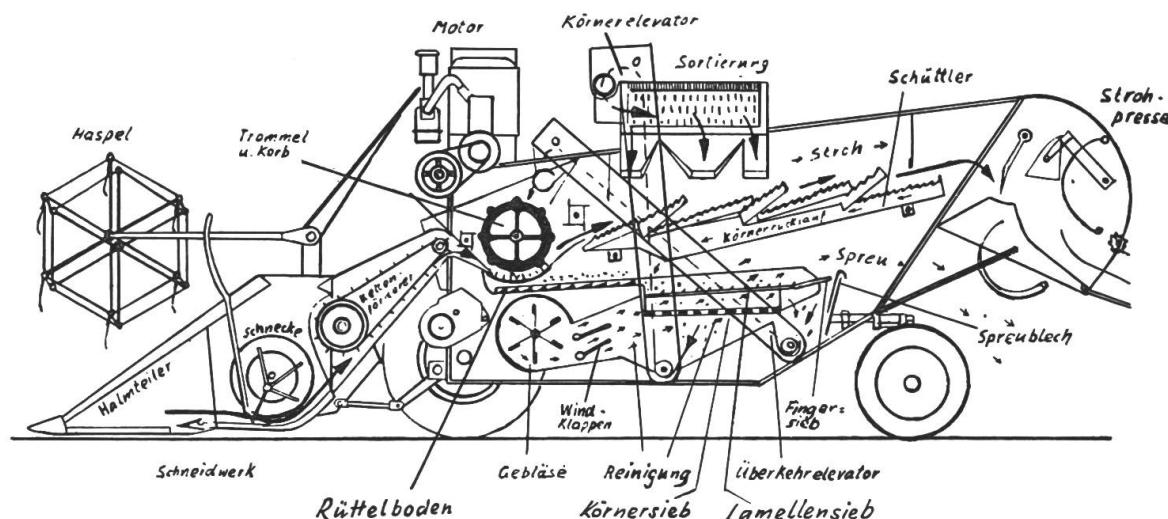
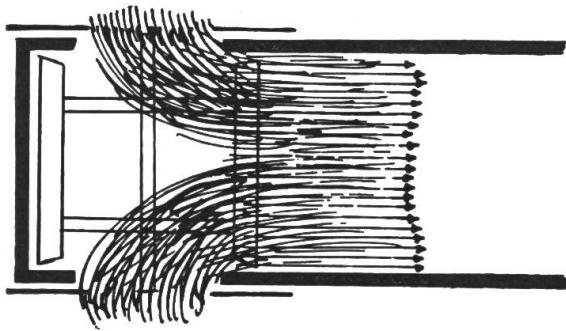

Bild 1: Ein selbstfahrender Mähdrescher. Getreide-, Stroh- und Körnerverlauf und der Reinigungsvorgang sind an den Pfeilen zu erkennen.
Bild 4a: Gebläsewind bei gleich weit geöffneten Schiebern.
Fast alle Mähdrescher sind mit einer Druckwind-Reinigung ausgerüstet (Bild 4a und b). Die Regulierung der Windstärke erfolgt entweder durch Drehzahl-Verstellung des Rotors oder durch Verstellung der Eintritts-Oeffnungen zu beiden Seiten der Gebläse. Die Windrichtung zum Kurzstrohsieb und Körnersieb kann durch die Verstellung der Windklappen (Bild 1) beeinflusst werden. Eine sehr wichtige Rolle spielt das Gleichmass des
**Windstromes bei der Reinigung.** Aus diesem Grunde müssen die Ansaugöffnungen rechts und links vom Gebläse immer gleich weit geöffnet sein (Bild 4a). So kann die Luft von beiden Seiten gleichmäßig angesaugt werden. Sie verteilt sich gleichmäßig und bläst mit guter Wirkung die Spreu von den ganzen Siebflächen.
Die grosse Masse der Körner (etwa 85 bis 90 %) fällt durch den Dreschkorb auf den Rüttelboden, die restlichen 10—15 % gelangen lose mit dem Stroh auf die Schüttler. Das Stroh wird über die Schüttler in die angebaute Strohpresse bzw. aus der Maschine gefördert. Durch den Schüttelvorgang werden die im Stroh befindlichen Körner ausgeschüttelt. Sie fallen in die Rücklauftrinne unterhalb des Schüttlers und von dort auf den Rüttelboden bzw. das Kurzstrohsieb. Das Körnerspreugemisch, das auf dem Rüttelboden zusammenkommt, bewegt sich über das Kurzstroh- oder Lamellensieb, auf dem die Spreu vom Korn getrennt wird. Die Spreu wird von dem von unten kommenden Gebläsewind der einfachen Mähdrescher-Reinigung (Bild 1) nach hinten aus der Maschine geblasen. Aehrenteile, in denen sich noch Körner befinden, und schwerere Teile, wie Distelköpfe usw., die der Gebläsewind nicht aus der Maschine jagt, fallen durch das Fingersieb in die Ueberkehr. Alles, was dem Gebläsewind eine zu kleine Angriffsfläche bietet (Getreide- und Unkrautkörner, Mutterkorn usw.) fällt auf das Körnersieb. Was zu gross ist, um durch das eingelegte Körnersieb zu fallen, wandert
Der Mähdrescher ist in allen Organen richtig eingestellt, wenn aus dem Ueberkehr-Elevator möglichst wenig Körner, Spreu und Strohanteile herauskommen und auch im Stroh und in der Spreu keine Körner zu finden sind. Das Spreublech (Bild 1) ist die hintere Abgrenzung des Siebkastens. Es ist in der Höhe verstellbar, und was von ihm aufgehalten wird, fällt in die Ueberkehr. Was in der Ueberkehrmulde zusammenkommt, wird über den Elevator zur Trommel zurückbefördert und geht nochmals durch die Maschine. Durch falsche Maschineneinstellung kann der Ueberkehr-Durchgang so stark werden, dass es zum sogenannten «Rundlauf» in der Maschine kommt. Die Siebe und der Körnerelevator können die Körnermasse nicht mehr verkraften, und die Maschine läuft sich buchstäblich zu bis zum Stillstand.